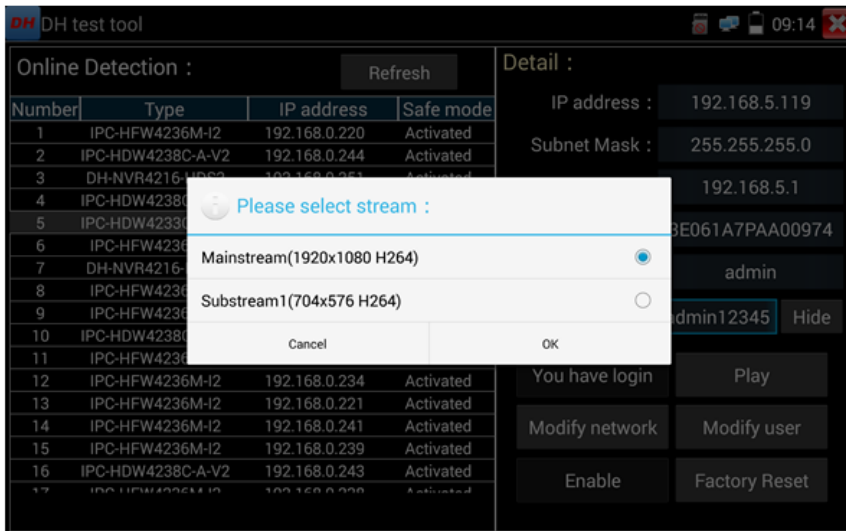

Рис. 118 Выбор видеопотока для тестируемой видеокамеры
3. Если видеокamera поддерживает выбор из нескольких потоков, выберите нужный, рис. 118